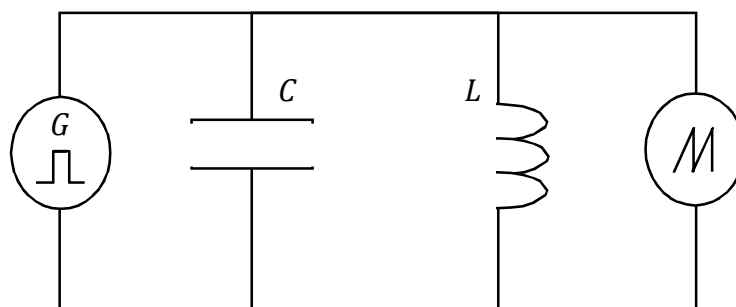

Рисунок 5.1 – Исследование колебательного контура
1. Цель работы, схемы измерений (рис. 5.1).